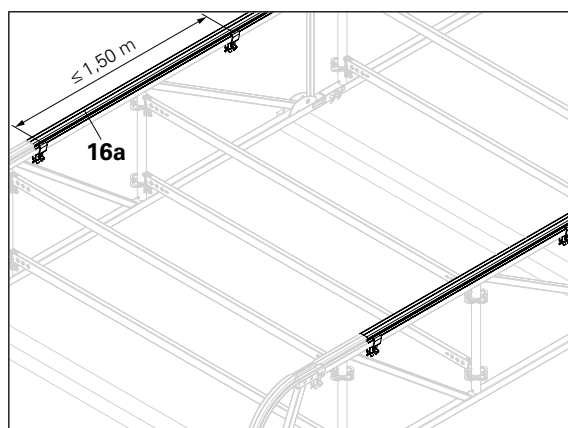

Fig. A2.02
4. Læg yderligere kederskinner (**16a / 16b / 16c**) på tagfodsdragere og fastgør dem med kederlås (**17**) i en afstand på $\leq 1,5$ m. (Fig. A2.02 + A2.02a)